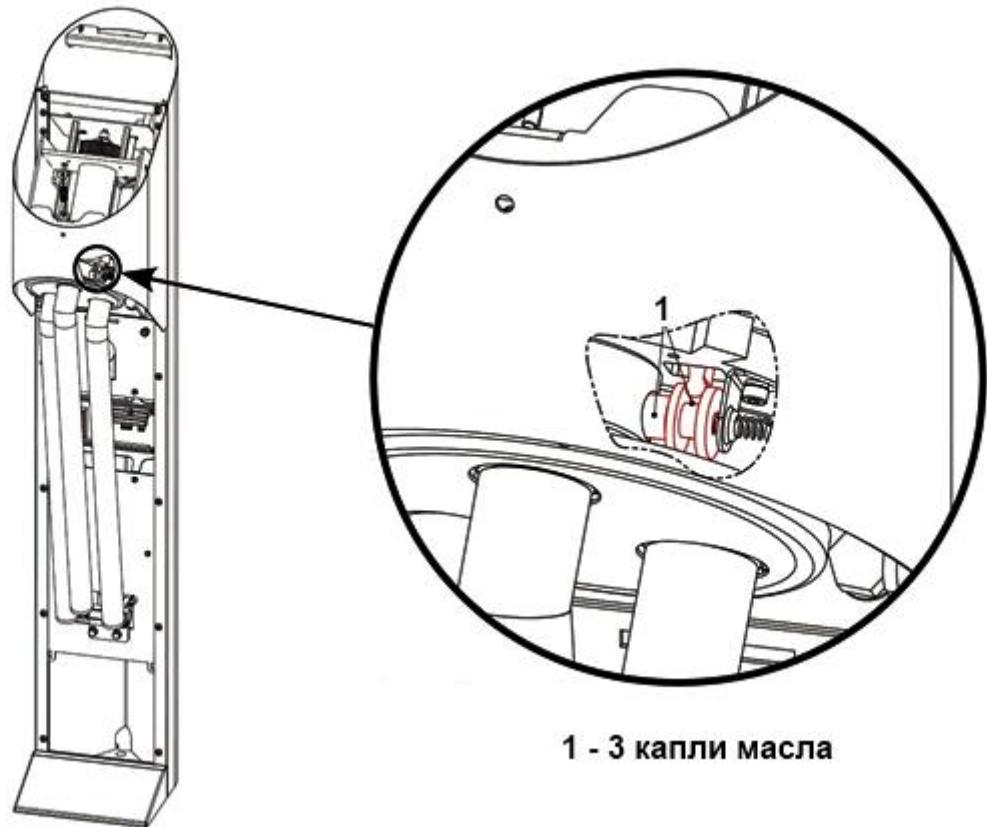

Рисунок 24 – Места соединения фиксатора и кулачка разблокировки планок (центральная стойка турникета)
3.7.5 Рисунок 24 – смазать места соединения фиксатора и кулачка разблокировки планок.
Операцию необходимо проделать для всех планок, проворачивая диск. Рисунок 24 – отверстие показано условно.